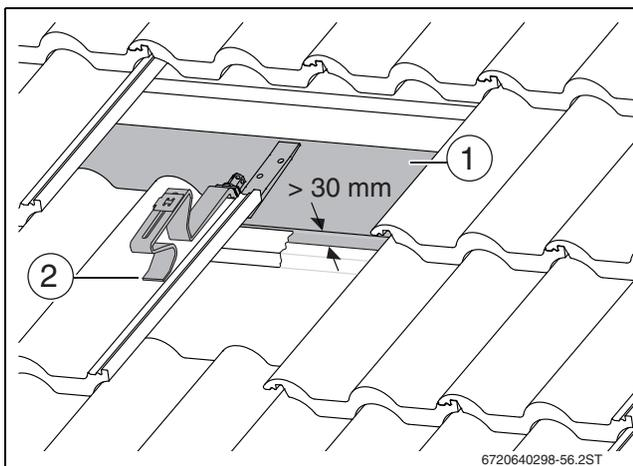

Bild 21 Sparrenanker auf Brett/Bohle befestigt
- ▶ Wenn erforderlich, auf den Sparren ausreichend tragfähige Bretter/Bohlen befestigen (→ Bild 21 [1]). Wenn erforderlich, Konterlatung in diesem Bereich entfernen.
- ▶ Abstützung vorne (→ Bild 21 [2]) so auf den Dachziegel legen, dass die Abstützung bei Belastung in einem Wellental aufliegt.